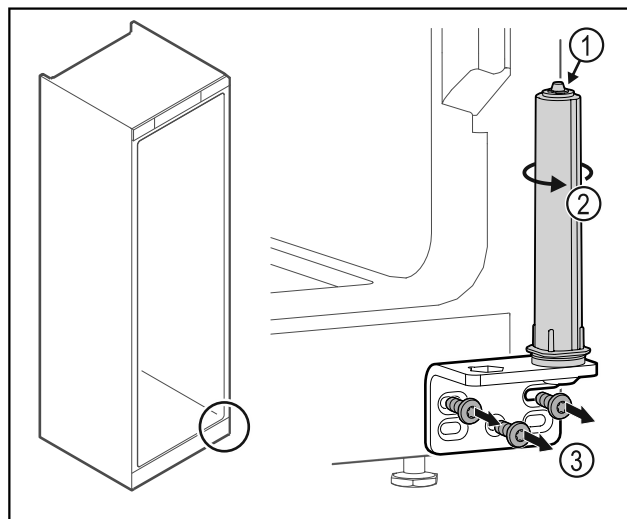

Fig. 46
- ▶ Mos e zbërtheni sistemin e mbylljes së derës Fig. 46 (1).
- ▶ Rrotulloni sistemin e mbylljes Fig. 46 (2) derisa të kërcasë.
- ▶ Lironi vidat e profilit të menteshës Fig. 46 (3).